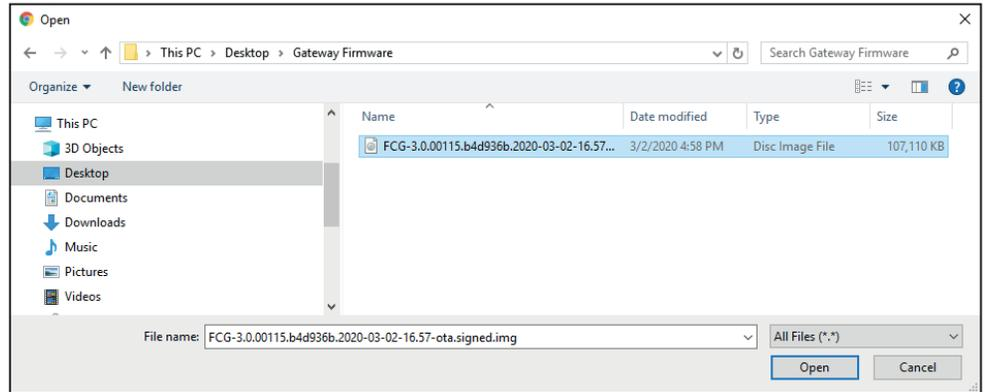

Figura 27. El cuadro de diálogo carga del firmware.
PASO 3. Se abrirá un cuadro de diálogo de Windows. Vea la Figura 27. Navegue hasta el archivo de firmware y selecciónelo. Dé clic en el botón **Open**.